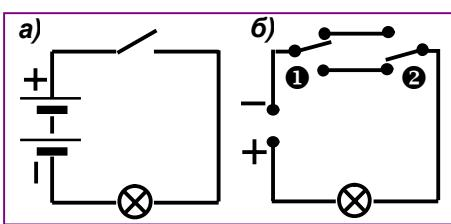

Рис. 61. Простейшие электрические схемы.
Две простейшие схемы изображены на рис. 61.
5. На рис. 61, а изображена схема цепи простейшего карманного фонарика. Сравните её с рисунком в начале этого параграфа. Назовите части этой цепи.
6. На рис. 61, б дана схема соединения лампы и двух переключателей. Рассмотрите схему и подумайте, где можно применить такую проводку.